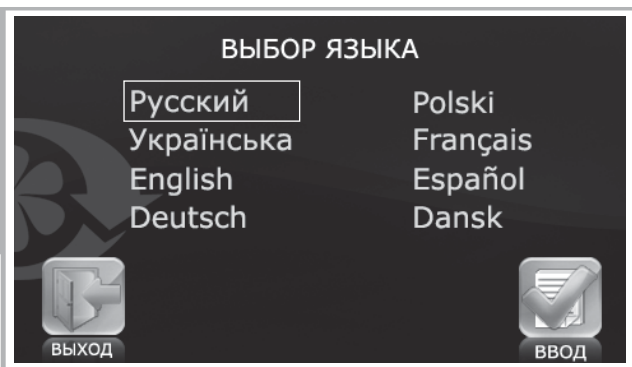

Рис. 20. Выбор языка
■ Выберите необходимый язык из списка (рис. 20).